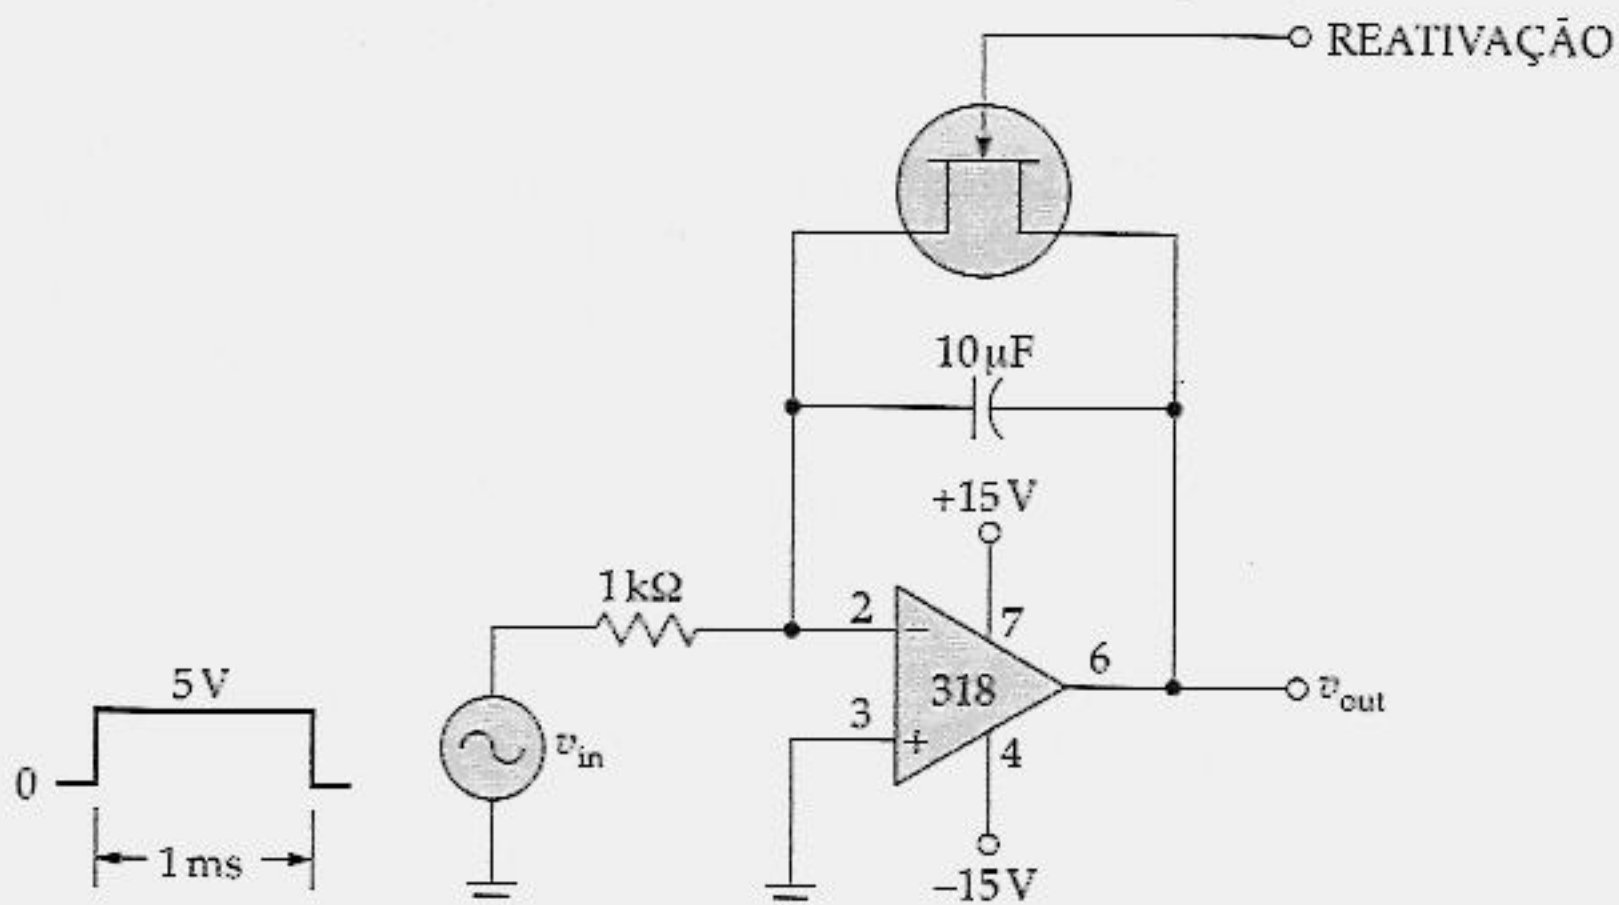

Figura 21.40
- 21.13 Qual a corrente de carga do capacitor do circuito da Figura 21.40 no momento em que o pulso de entrada for alto?
- 21.14 Na Figura 21.40, a tensão de saída é retornada a zero exatamente antes do início do pulso. Qual a tensão de saída ao final do pulso?
- 21.15 A tensão de entrada é alterada de 5 para 1 V na Figura 21.40. A capacitância é alterada para cada um desses valores: 0,1; 1; 10 e 100 μF . Qual a tensão de saída ao final do pulso para cada capacitância?
- 21.16 Desejamos produzir uma tensão de saída na forma de rampa na Figura 21.40 que varie de 0 a +10 V, com tempos de 0,1; 1 e 10 ms. Que modificações você pode fazer no circuito para realizar isto? (Diversas respostas corretas são possíveis.)
- 21.28 As ondas de radar se deslocam a 297.600 km/s. Um transmissor na Terra envia uma onda de radar para a Lua, e o eco dessa onda retorna à Terra. Na Figura 21.40, o resistor de 1 k Ω é alterado para 1 M Ω . O pulso retangular de entrada começa no instante em que a onda de radar é enviada à Lua, e termina no instante em que ela retorna à Terra. Se a rampa de saída diminui de 0, a uma tensão final de -1,23 V, a que distância está a Lua?